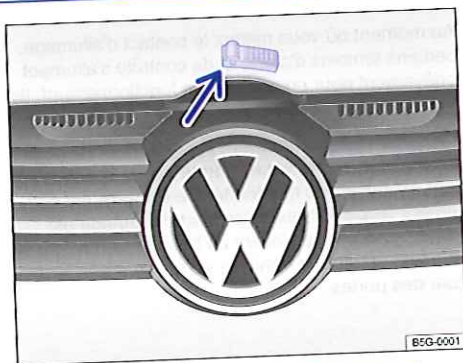

Fig. 207 Levier de déverrouillage permettant d'ouvrir le capot-moteur au-dessus de la grille de calandre
- Soulevez le capot-moteur en le saisissant par le levier de déverrouillage ⇒ fig. 207 (flèche) et ouvrez-le complètement. Le capot-moteur est maintenu à l'aide du vérin pneumatique.